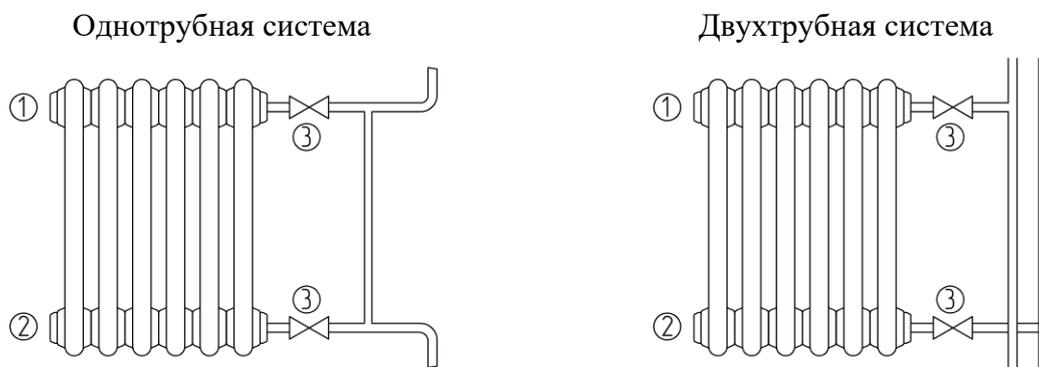

Рис. 2 1. Кран Маевского-воздухоотводчик. 2. Пробка глухая. 3. Вентиль.
5.5. Схемы бокового подключения радиаторов BATARÌA приведены на рис. 2.